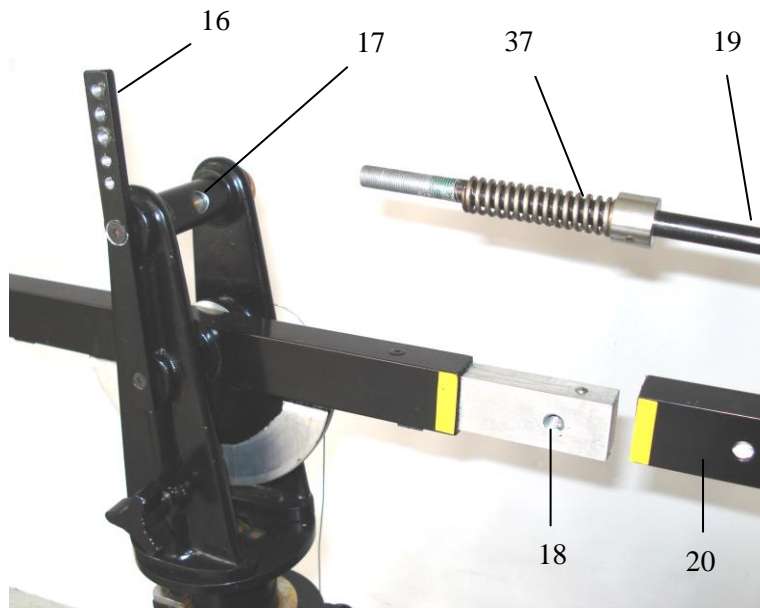
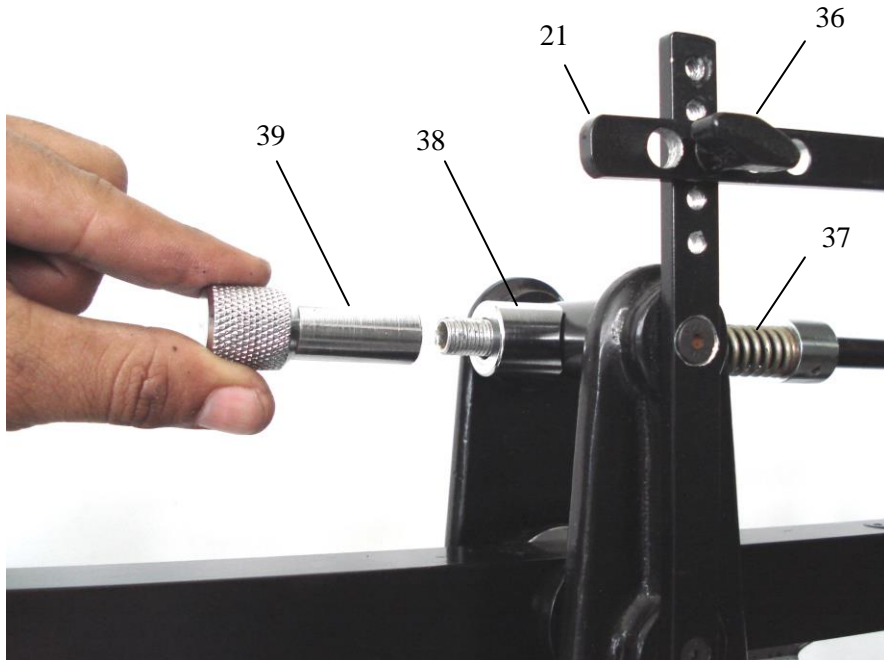

Figura 5: Detalhe da parte superior do corpo.
Figura 11: Fixação da 3ª barra e do regulador do *tilt* na 2ª barra.
- Fixar a cabeça no berço através da porca da cabeça (8).
- (c) Apertar as borboletas dos freios vertical (13) e horizontal (15).
- (a) Instalar a lança posterior (20) na lança anterior (1) e a 2ª barra (19) com a mola (37) no furo de acoplamento da 2ª barra (17), de acordo com a figura 5.
- (b) Fixar a 3ª barra (21) em um dos furos roscados da haste de ajuste da 3ª barra (16), por meio da borboleta (36).
- (c) Inserir o espaçador (38) e o regulador do *tilt* (39) na 2ª barra, como indicado na figura 11.